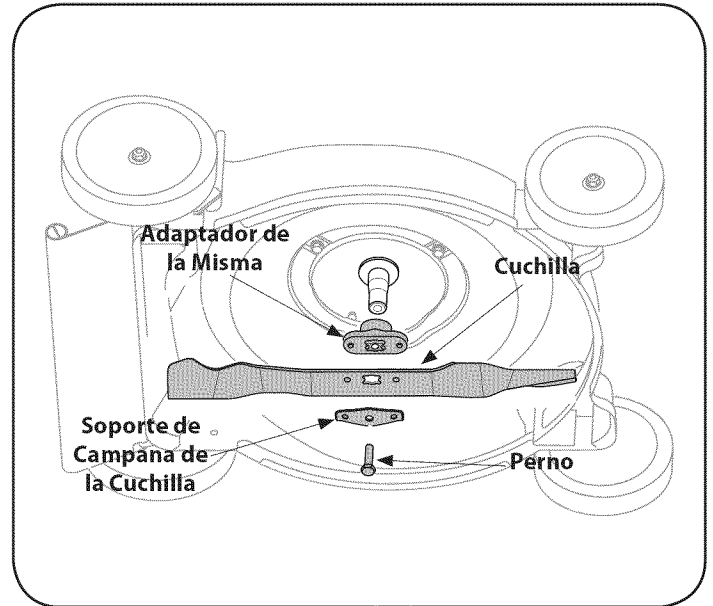

Figura 16
2. Saque el perno y el soporte de campana de la cuchilla que sostienen la cuchilla y el adaptador de la misma al cigüeñal del motor. Vea la Figura 16.